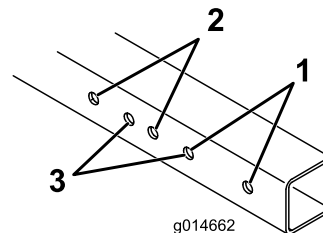

図 2
1. 図 2 を参考にして、搭載するグリーンモアの幅に合う取り付け穴を選ぶ。
注 グルーマを搭載しているグリーンズマスター 1000、1010、2000 では、グルーマ端部にあるホイールシャフトを外し、新しいホイールシャフト106-5385を別途購入して取り付ける必要があります。また、レールアセンブリグルーマの端部側を、グリーンズマスター 1600、1610 用の穴に取り付ける必要があります 図 2。